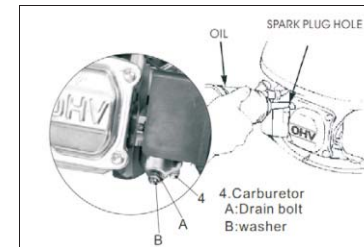

Abb. 13
3. Nachdem das Benzin in den Behälter gelaufen ist, installieren Sie wieder die Ablassschraube und die Unterlegscheibe. Ziehen Sie die Ablassschraube sicher fest. (Abb. 13)